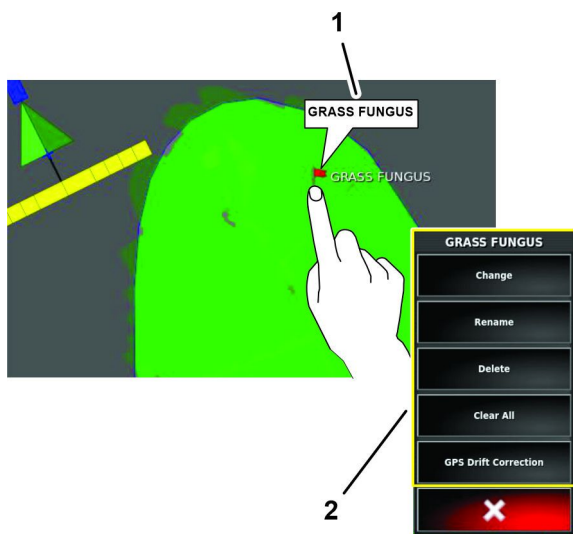

図 83
フラッグ編集メニューが表示される図 83。
1. コマンドコンソール画面で編集したいフラッグポイントに指を長置きするとポップアップが表示される図 83。